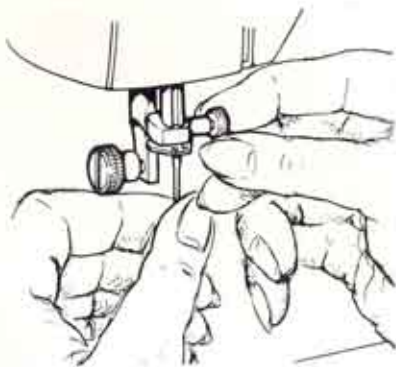

Abb. 19
18. Auswechseln der Nadel (Abb. 19)